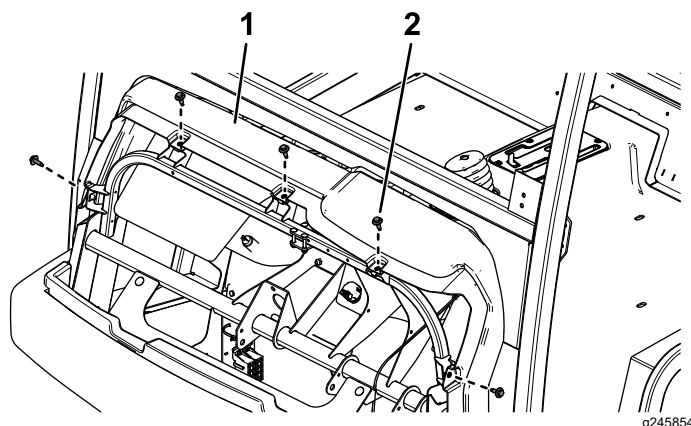

Рисунок 39
1. Отверните 5 болтов с шестигранной головкой с буртиком с приборной панели (Рисунок 39).